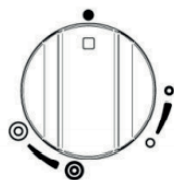

Fig. 15A
- Para acender o queimador central, apertar o manípulo de controle (Fig.15A 15B) e girá-lo no sentido anti-horário para a posição com a marcação queimador único.